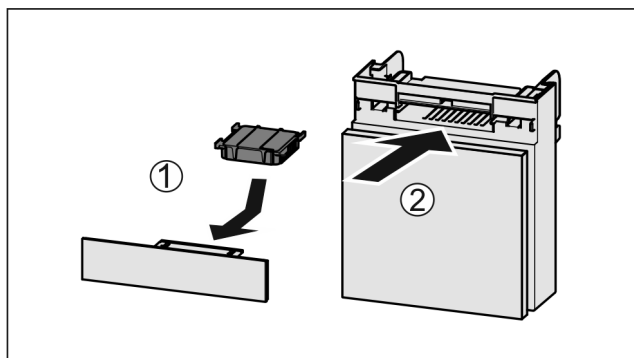

Fig. 51
- ▶ Aktivkohlefilter nach Abbildung einsetzen Fig. 51 (1).
- ▶ Fach einschieben Fig. 51 (2).